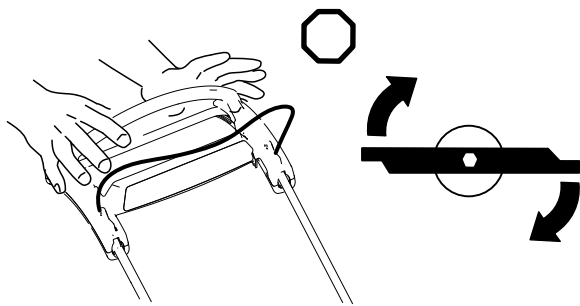

Figura 22
Suelte la barra de control de las cuchillas (Figura 22).
- Si el tapón de descarga trasero no está instalado, sujételo por el asa, eleve el deflector trasero e introdúzcalo en el conducto de descarga trasera hasta que el enganche encaje en su sitio; consulte Figura 22.